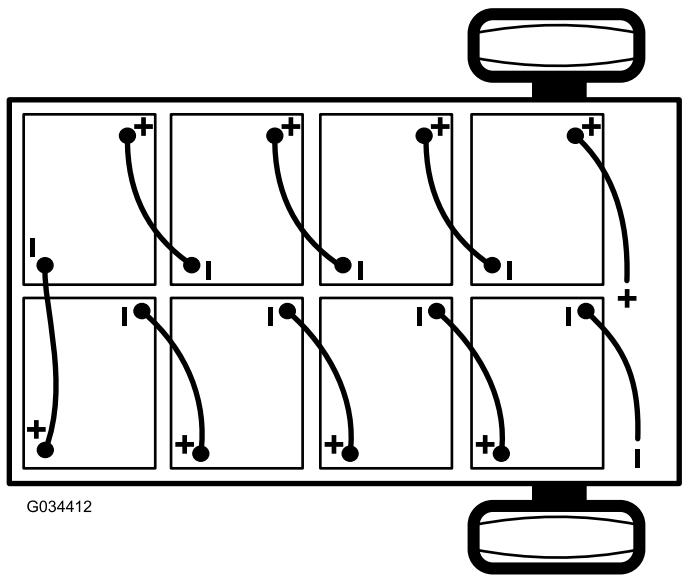

Figure 40
2. Débranchez le câble négatif principal (noir) de la batterie qui relie la rangée de batteries au point de masse de la machine (Figure 40).
3. Débranchez le câble positif principal (rouge) qui relie la rangée de batteries au contacteur principal de la machine (Figure 40).
Remarque: Tenez compte de la polarité lors de la mise en place des batteries neuves (Figure 40).
6. Reliez les batteries entre elles, comme montré à la Figure 40, avec les câbles d'interconnexion que vous avez retirés à l'opération 1.
2. Branchez le câble positif principal (rouge) entre la rangée de batteries et la machine (Figure 40).
3. Branchez le câble négatif principal (noir) entre la rangée de batteries et la machine (Figure 40).